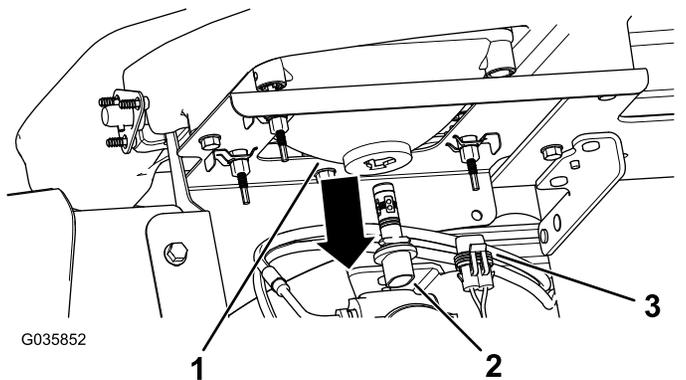

図 52
3. ヘッドライトハウジングの裏側からきているランプアセンブリ用ハーネスコネクタを外す 図 52。
4. ランプアセンブリを左に¼回転させて後ろに引き抜いてヘッドライトハウジングから取り出す 図 52。
5. 新しいランプアセンブリとヘッドライトハウジングを入れ、ランプアセンブリについているタブをヘッドライトハウジングのスロットに合わせる 図 52。
6. ランプアセンブリを右方向に¼回転させて取り付ける 図 52。
7. ハーネス用のコネクタを、新しいランプアセンブリのコネクタに接続する 図 52。